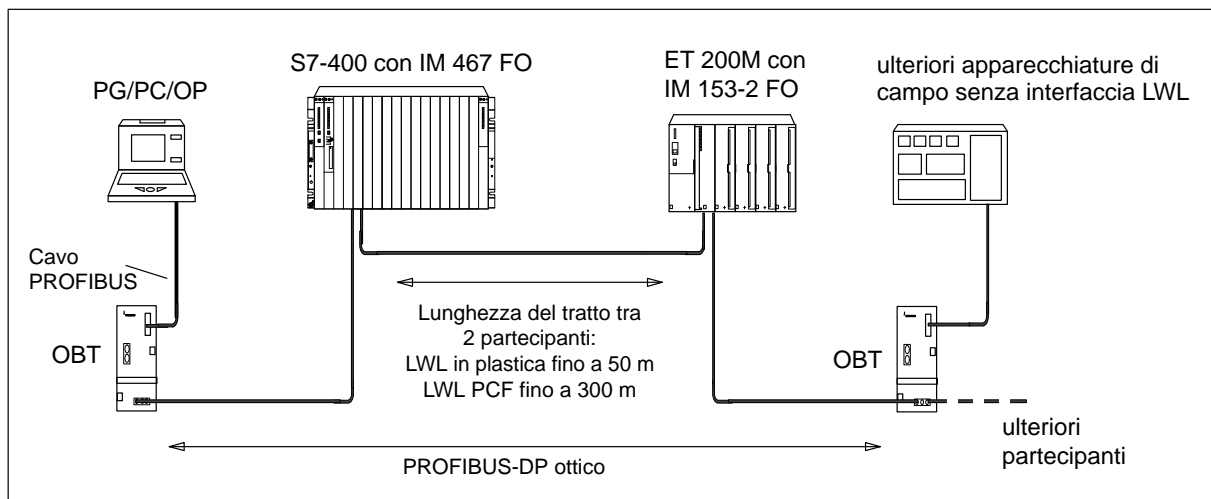

Figura 3-17 Rete PROFIBUS DP ottica con partecipanti che hanno una interfaccia LWL integrata
Tramite un PROFIBUS Optical Bus Terminal (OBT) (6GK1 500-3AA00) è possibile collegare alla rete PROFIBUS DP ottica un singolo partecipanti PROFIBUS senza interfaccia LWL (ad esempio apparecchiatura di programmazione (PG) o apparecchiature di comando e osservazione (OP), vedi figura 3-17).